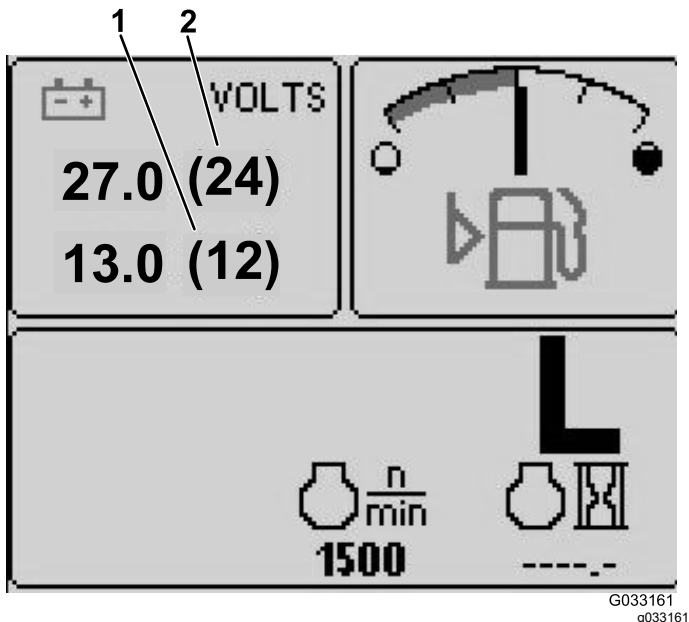

Рисунок 4
- Индикатор напряжения аккумуляторной батареи 12 В — верхний левый экран (Рисунок 4)
- Индикатор напряжения аккумуляторной батареи 24 В — верхний левый экран (Рисунок 4)
Данный индикатор показывает напряжения аккумуляторных батарей на 12 и 24 В (Рисунок 4).